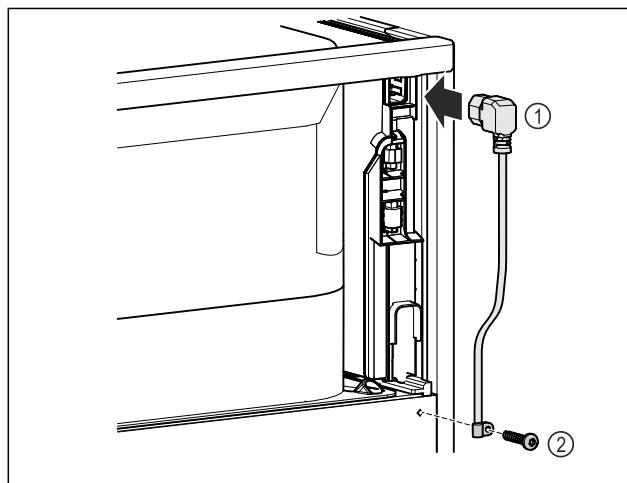

Fig. 9
- ▶ Introduceți mufa pentru puteri mici de la conductorul de racord la rețea Fig. 9 (1) pe partea posterioară a apărătului.
- ▶ Montați siguranța antismulgere. Fig. 9 (2)